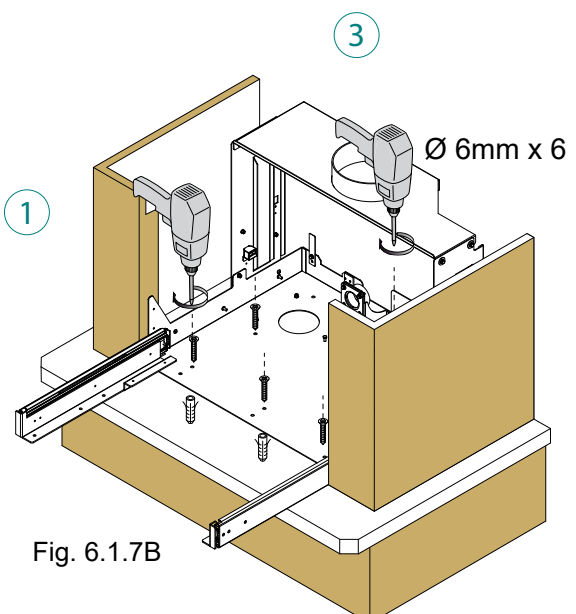

Fig. 6.1.7B
13. Die 6 mm Dübel in die Bohrungen einsetzen und die Basis mit den Schrauben befestigen. (3) - (Abb. 6.1.7B).